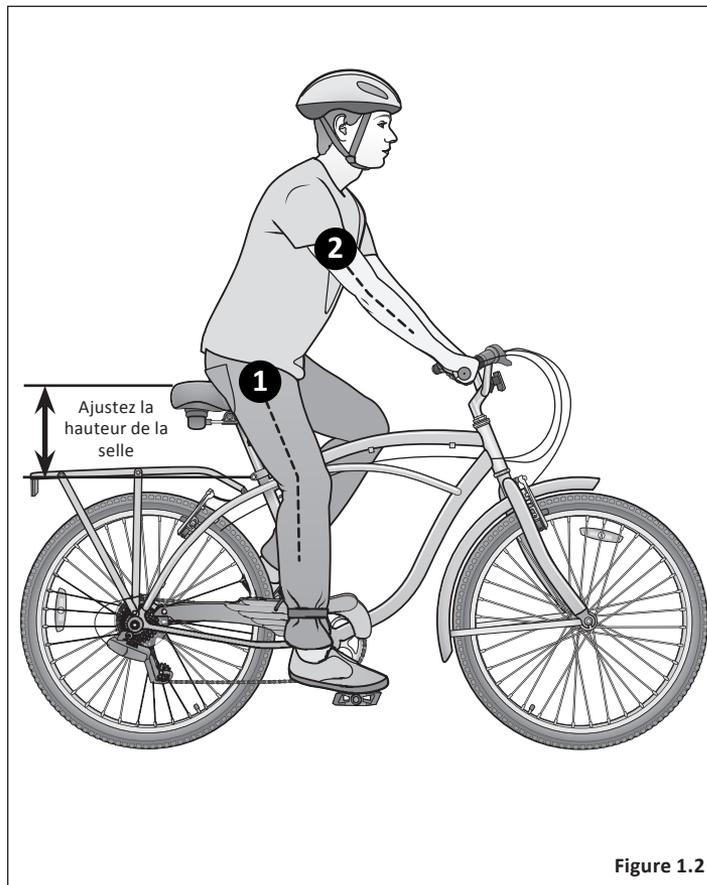

Figure 1.2
- 1 Vos jambes doivent être presque complètement droites lorsque la pédale est dans la position la plus basse, vous ne devriez faire qu'une simple flexion du genou. **Figure 1.2**